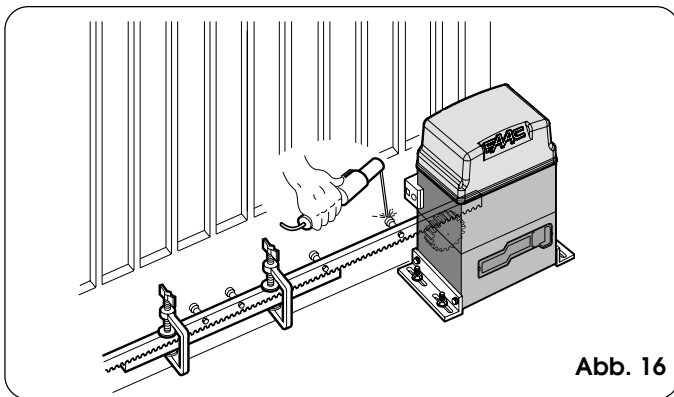

Abb. 16
- 5) Ein weiteres Element der Zahnstange an das vorherige Element anlegen, um die Verzahnung der beiden Elemente in Phase zu bringen. Dabei wird ein Stück der Zahnstange, wie in Abb. 16 gezeigt, verwendet.
wie in Abb. 16 gezeigt, verwendet.